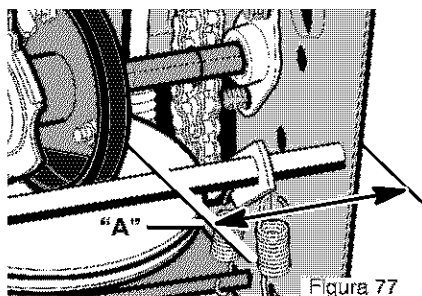

Figura 77
7. Fíjese en la posición de la **rueda de fricción** (consulte la Figura 77). La distancia correcta "A" desde el lado derecho de la **rueda de fricción** hasta la parte exterior de la caja del motor es la siguiente:
3. Mueva la **rueda de fricción** a la posición correcta (Figura 77).